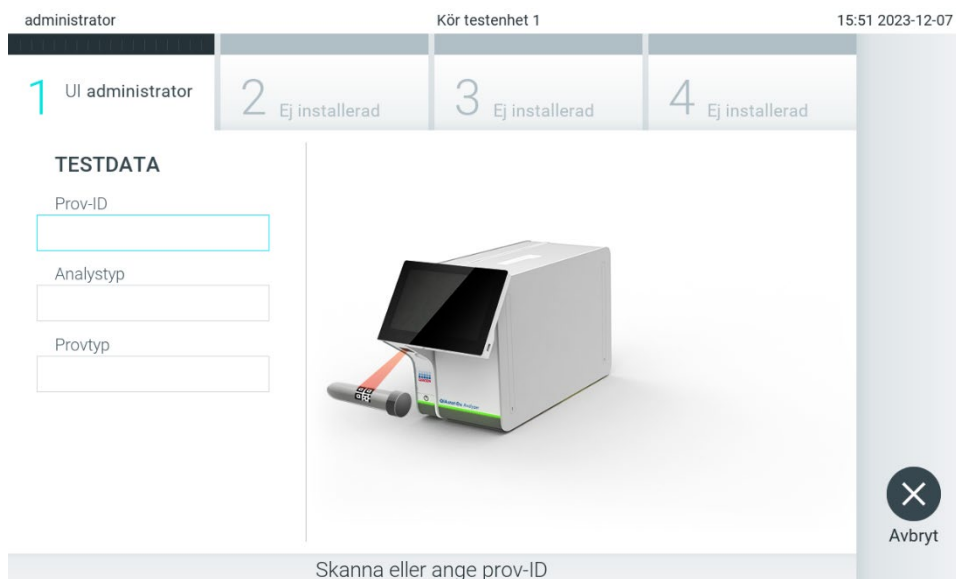

Bild 23. Skanna streckkoden med prov-ID.
2. Skanna provets ID-streckkod med hjälp av streckodsläsaren som är integrerad i driftsenheten när du uppmanas till det (bild 23).